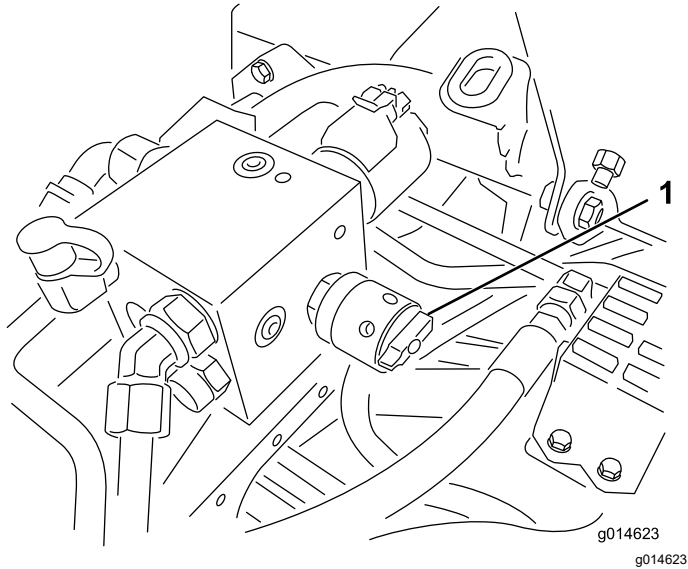

Figura 59
6. Gire el control de velocidad del molinete a la posición 1 (Figura 59).
4. Ajuste la velocidad de los molinetes girando el pomo (Figura 59) hasta que las flechas estén alineadas con el número determinado en el paso 3.